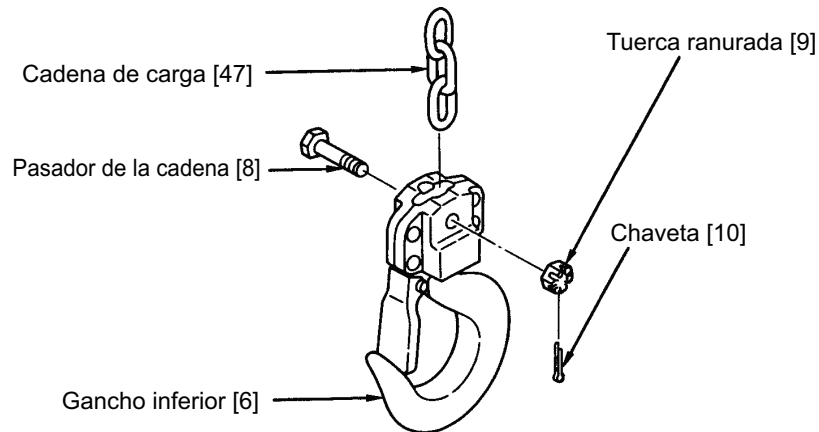

Figura 6-12 Conjunto del gancho inferior
22) Inserte el otro extremo de la cadena de carga [47] en el gancho inferior [6] y fíjelo con el pasador de cadena [8], la tuerca ranurada [9] y la chaveta [10]. Consulte la Figura 6-12. Para los ganchos de los tipos Bullard® , Shur-loc® , o Inspección, consulte Tabla 6-3 para los especificaciones de torsión de los tuercas de yugo.